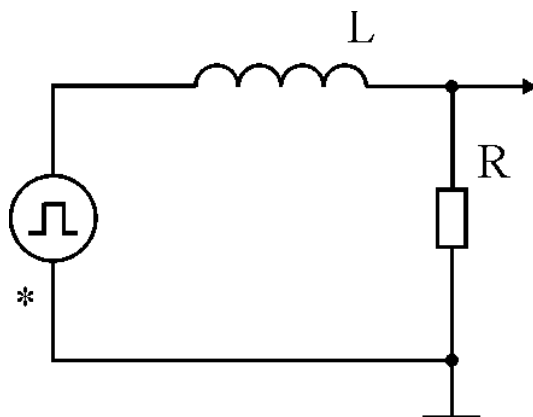
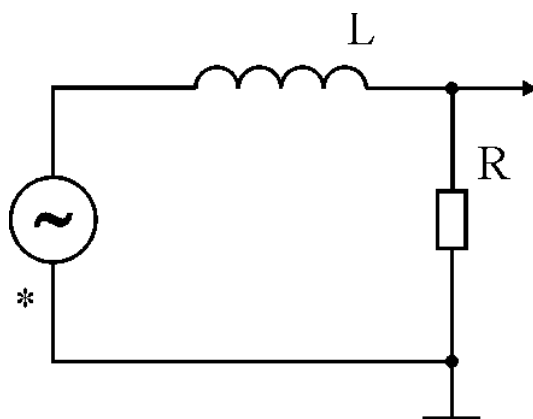

Рис. 1
Рис.2
Рассмотрим RL-цепь (рис.1).
Рассмотрим RL-цепь (рис.2).
На рис. 1 представлена электрическая схема для измерения индуктивности при использовании закона изменения тока в RL-цепи при отключении или подключении источника. В качестве генератора прямоугольных импульсов используется источник сигнала типа «меандр», содержащийся в блоке ГН1.
На рис. 2 представлена электрическая схема для измерения индуктивности при использовании вынужденных электромагнитных колебаний в RL-цепи.
1. Соберите схему, подключив одну из катушек индуктивности без сердечника (рис.1). Рекомендуемая частота следования импульсов, подаваемых с генератора прямоугольных импульсов (блок ГН) 2500 Гц. Рекомендуемое сопротивление резистора - R1. Подключите «Y»-вход осциллографа к концам резистора R и получите устойчивую картину изменения напряжения на экране.
2. Зная время развертки осциллографа, определите время релаксации τ , а затем по формуле (2) вычислите индуктивность.
4. Соберите схему, подключив одну из катушек индуктивности без сердечника (рис.2). Рекомендуемый диапазон частот генератора ЗГ1 от 5кГц до 10кГц.